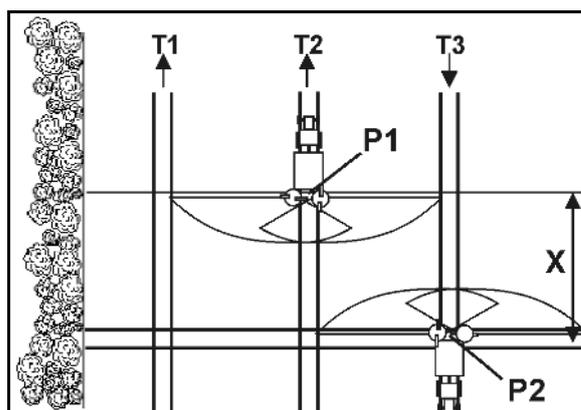

Fig. 45
- Öffnen der Schließschieber nach dem Einfahren in die Fahrgasse am Punkt P1 (Fig. 45), wenn die Streuscheiben die Strecke X von der Fahrgasse des Vorgewendes entfernt sind.
- Schließen des Schiebers vor dem Herausfahren aus der Fahrgasse am Punkt P2 (Fig. 45), wenn sich die Streuscheiben in Höhe der ersten Fahrgasse des Vorgewendes befindet.